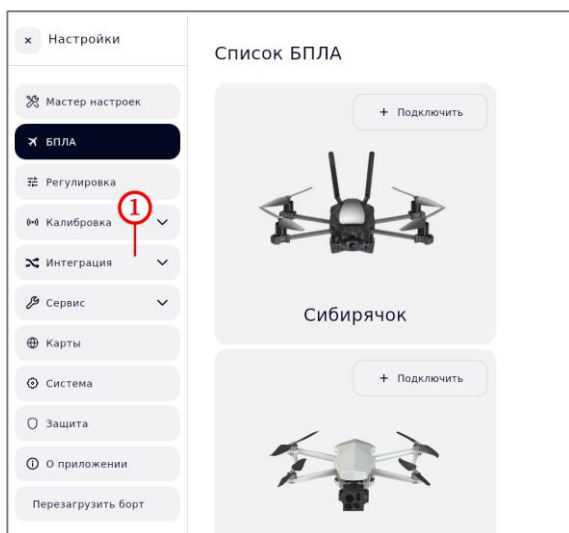

Рисунок 108 – Переход к работе с ЦУП
- в боковом меню выбрать пункт « Интеграция» (рисунок 108, шаг 1);